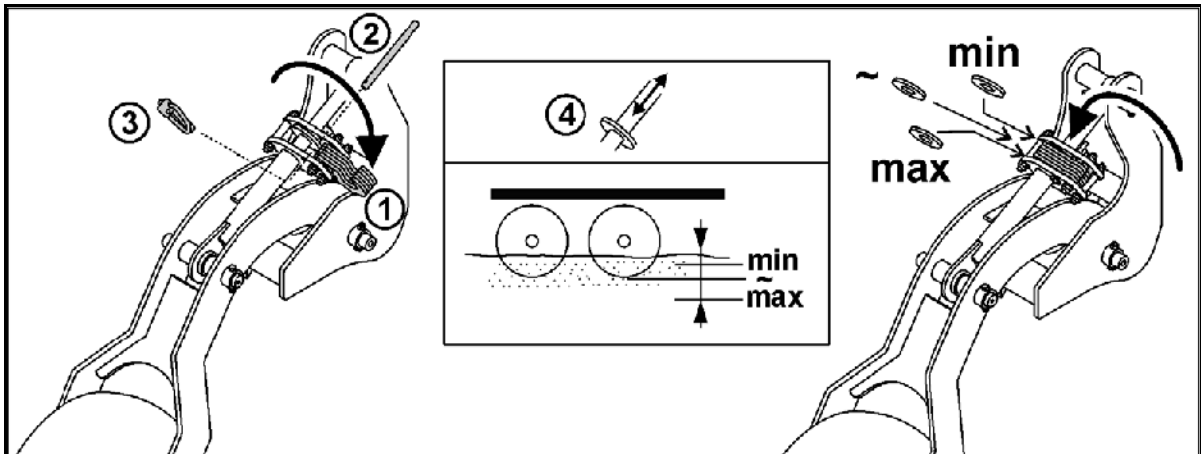

Fig. 26
Dra ut säkerhetsbultarna (Fig. 26/2) före inställningen.
Efter inställningen fixerar och säkrar du distanselementen (Fig. 26/1) med säkerhetsbultar och spärrar (Fig. 26/3).
2. Sväng ut de bakre distanselementen (börja från stoppbrickan (Fig. 26/4), på båda bommarna).
2. Sväng ut de främre distanselementen (börja från stoppbrickan (Fig. 26/4) på båda bommarna).